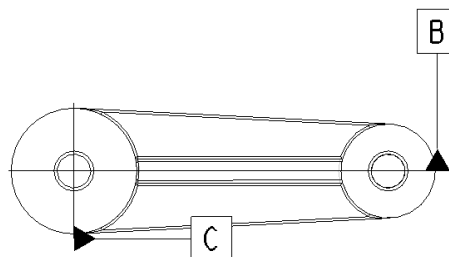

図 25 拡大された平面図
**5) 部品の拡大：** 次に図面ビューの部分的な拡大をする。クランプアーム平面図（シート左下の図面）の中央部にマウスのポインタを置き、ホイールをスクロールすると画面が拡大、縮小をすることができる。図 25 に拡大図を示す。